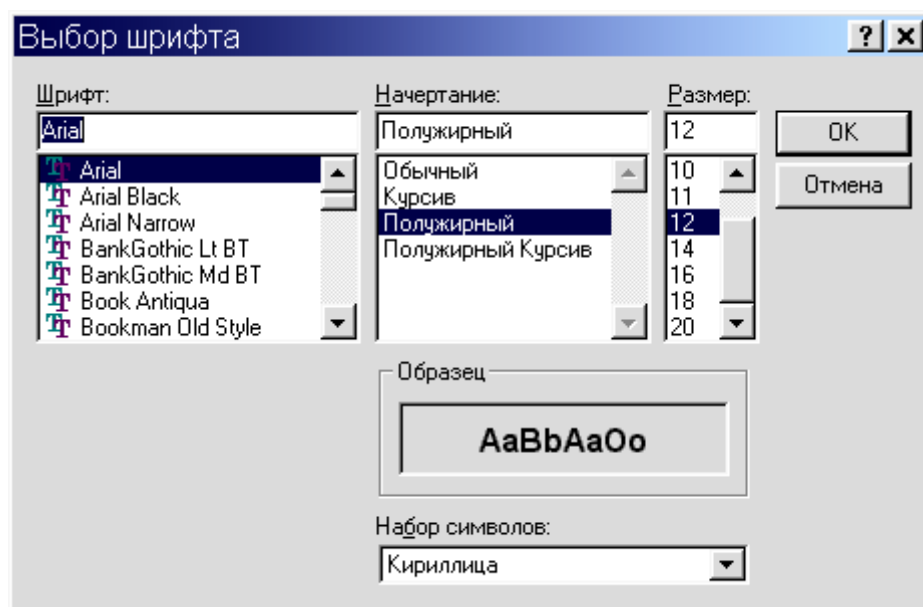

Рис. 28. Диалоговое окно изменения параметров шрифта
- ✧ Чтобы изменить название, начертание или размер используемого в редакторах форм шрифта, выберите в контекстном меню команду “Шрифт...”. При этом откроется диалоговое окно “Выбор шрифта” (рис. 28), в котором можно выбрать необходимые параметры.